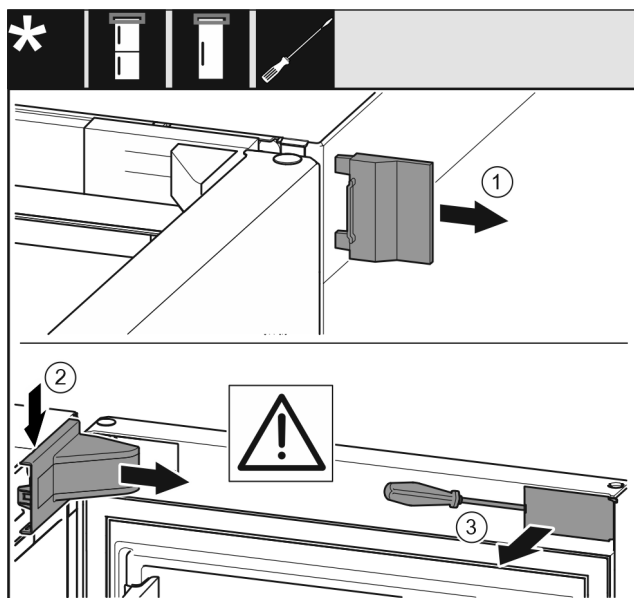

Fig. 7
- Rimuovere la copertura esterna Fig. 7 (1).
- Disinnestare e rimuovere la copertura del blocco di supporto Fig. 7 (2).
- Disinnestare la maschera Fig. 7 (3) con un cacciavite a intaglio e ruotarla lateralmente.